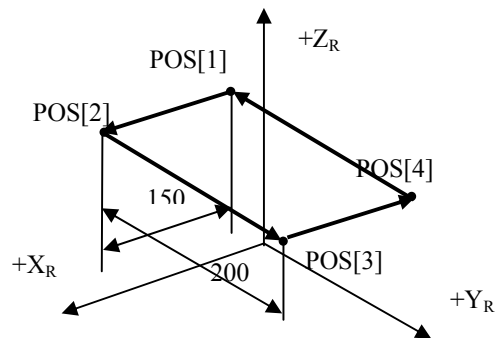

Figura 3.2.
2. Robotul să se deplaseze pe o traiectorie liniară între pozițiile POS[1], POS[2], POS[3], POS[4] pe traiectorii liniare, ca în figura 3.2.